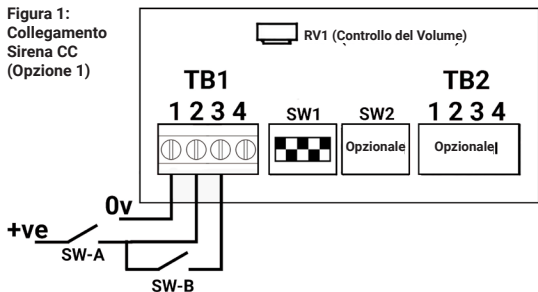

Figura 2:
- La Figura 2 mostra una seconda opzione per il cablaggio CC. Ciò consente di attivare un tono di allarme di fase 1 o di fase 2, a seconda della polarità del collegamento.
### Funzionalità Figura 2